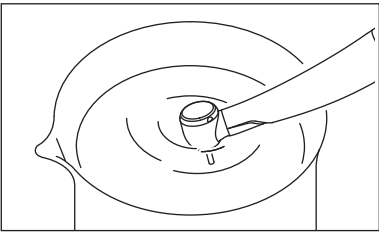

図6
- 3) ハンドピースを回転させ、そのままきれいな水の中にヘッド半分が隠れるくらいまで入れます（図6）。